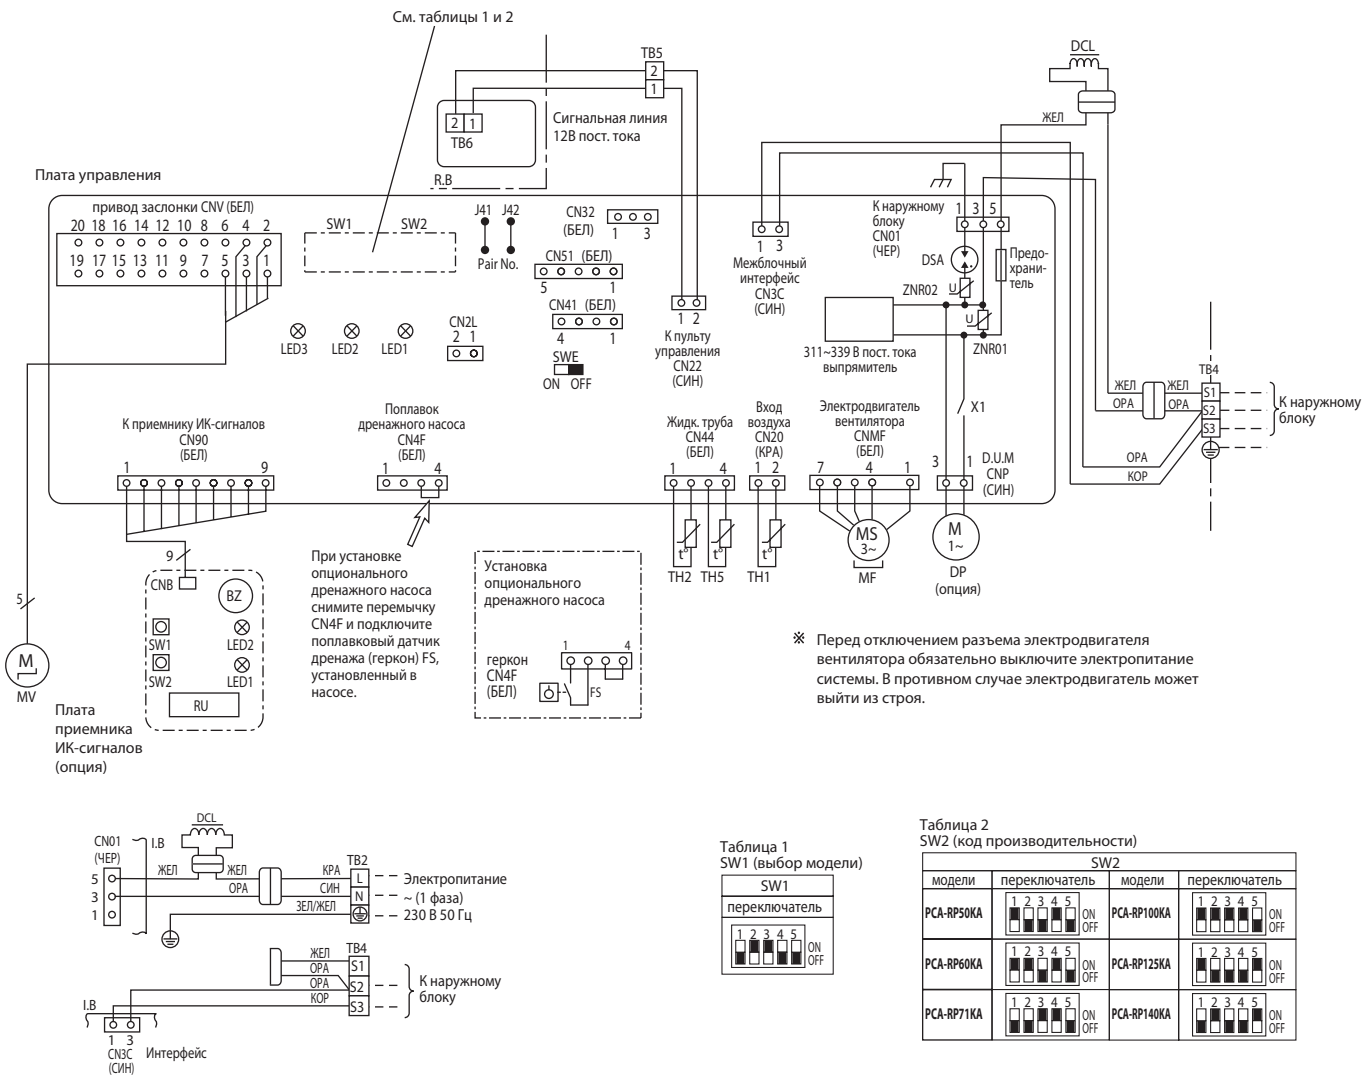

Рис. 1. Раздельное подключение электропитания к наружному и внутренним блокам.
- ※ 1: При раздельном подключении электропитания к наружному и внутренним блокам см. рисунок 1.